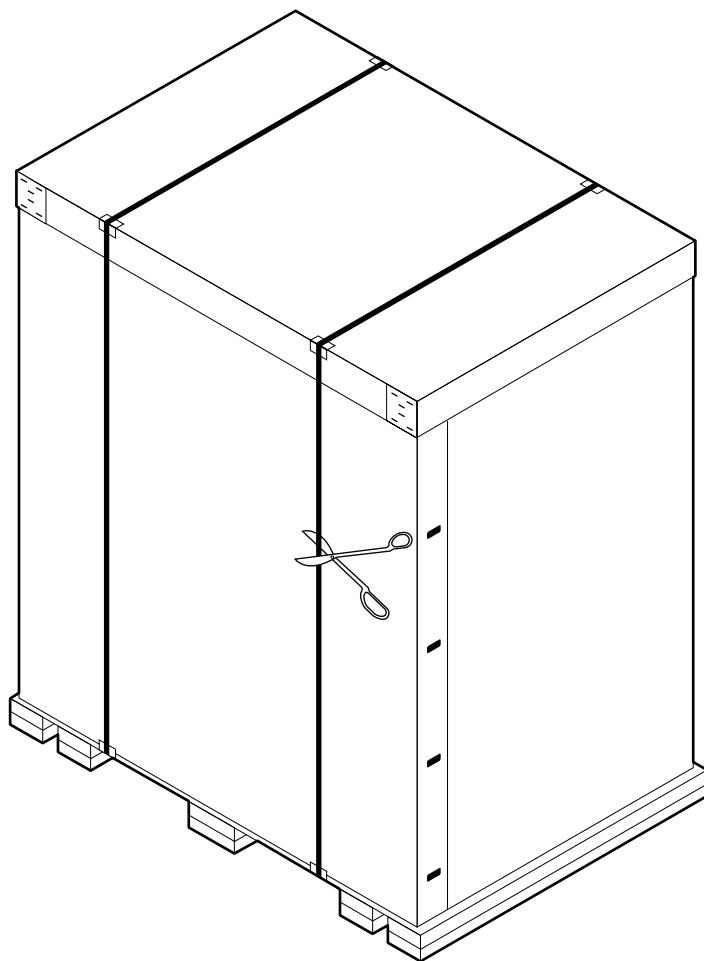

図4-2: スチールバンドの取り外し
3. 金属用ハサミを使用して、ライブラリと梱包材をパレットに固定している2本のスチールバンドを切断します（図4-2を参照）。
- 注: 図4-2～4-13はESL9326ライブラリを示していますが、すべてのライブラリについて手順は同じです。